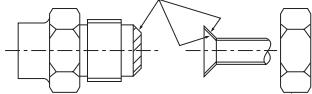

Fig. 4-1 Gebruik uitsluitende flensmoeren die met het apparaat werden meegeleverd.
4.2. Binnenapparaat (Fig. 4-1)